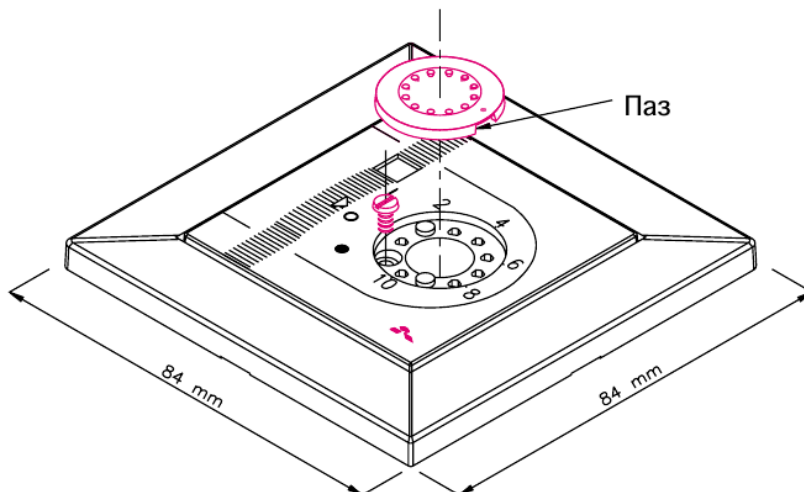

Рис. 1.
2. Для открытия крышки терморегулятора вначале подденьте и аккуратно снимите ручку регулятора температуры (рис.1). Отверните винт, скрытый под ручкой и крепящий крышку терморегулятора, после чего снимите крышку и рамку.